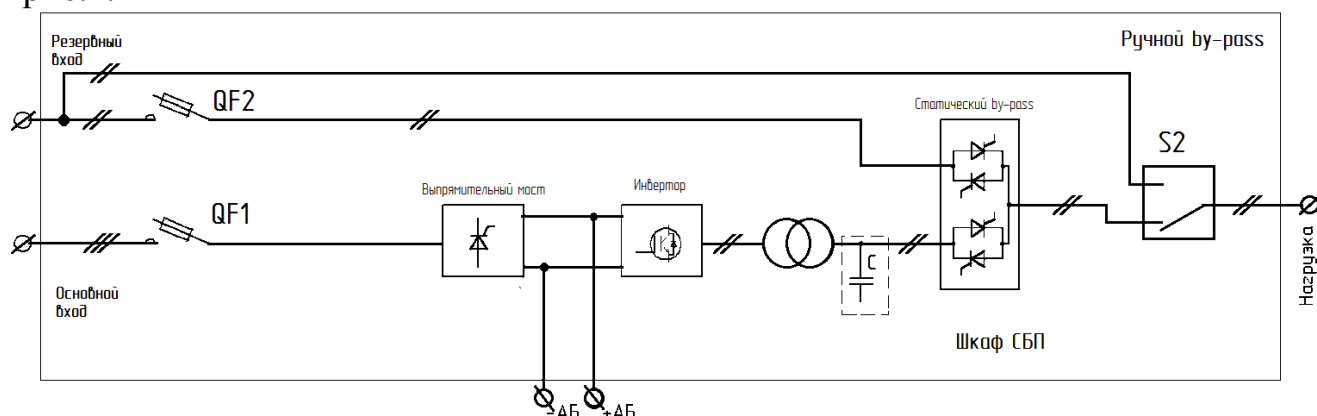

Рисунок 1 - Структурная схема СБП серии GP1
2.1.1 Структурная схема СБП серии GP1 с однофазным выходом приведена на рис.1.
2.1.1 Структурная схема СБП серии GP1 с трехфазным выходом приведена на рис.1а.
Рисунок 1а - Структурная схема СБП серии GP1 .
2.1.2 Структурная схема СБП серии GP2 и GP3 приведена на рис.1б.